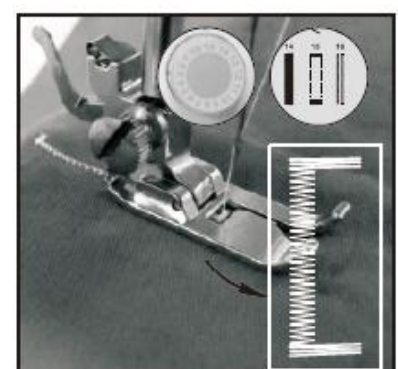

Abb. 17
- 4) Wählen Sie Stich Nr. 15, schalten Sie dann den Schalter ein und nähen Sie 5 bis 6 Stiche mit langsamer Geschwindigkeit, schalten Sie dann den Schalter aus (Abb. 17).